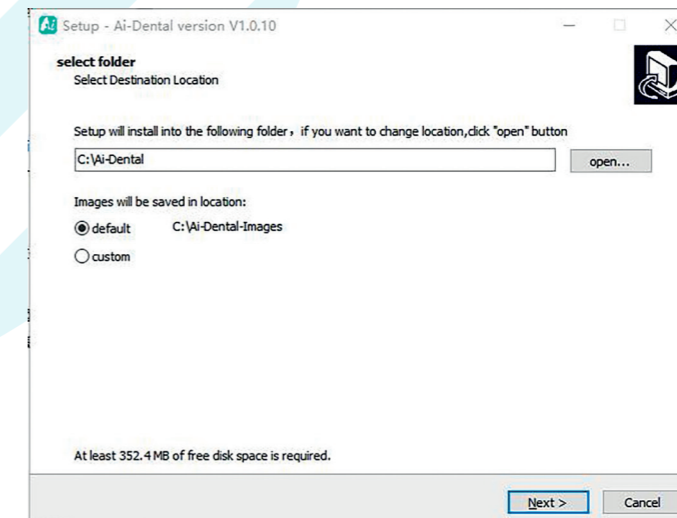

Figure 4
4.1.3 Une fois le programme d'installation lancé, cliquez sur le bouton « Browse » pour sélectionner le chemin d'installation. Une fois le chemin sélectionné, cliquez sur le bouton « Next » (Suivant), comme le montre la Figure 4 :